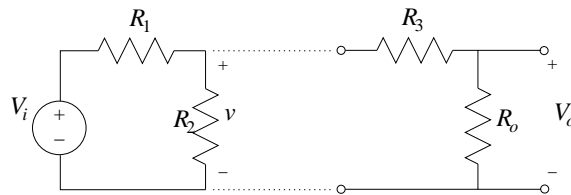
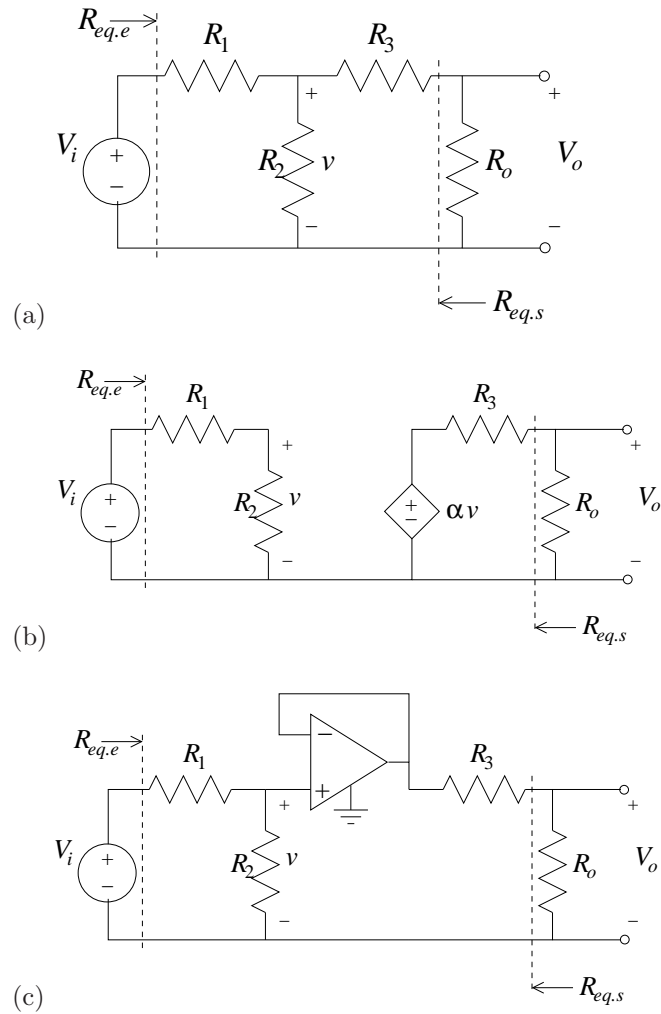

Figura 2.31: Conexión de dos circuitos
Figura 2.32: Circuitos del Ejercicio 4
- ✓ **2.4** Se desea conectar los dos circuitos mostrados en la Figura 2.31. Considere los tres circuitos mostrados en la Figura 2.32. En el circuito (a) se han conectado los dos circuitos anteriores directamente. En los circuitos (b) y (c) se han empleado dos de los mecanismos vistos hasta ahora para *aislar* ambos circuitos.